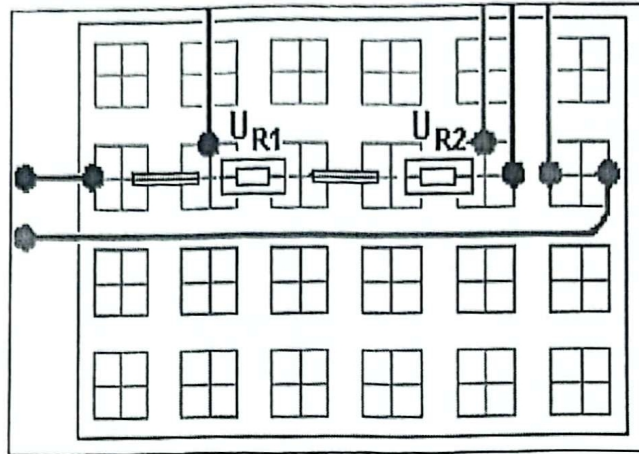

Figure 12 : Montage pratique de résistances en série
- Monter les résistances, en série, sur la plaque de montage comme indiqué sur la figure 12.